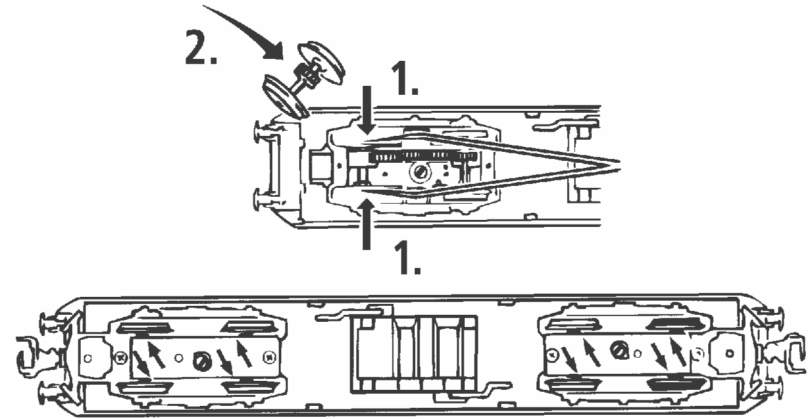

Fig. 6
3. Haftreifenwechsel: Zuerst den Getriebedeckel abnehmen (Fig. 4). Danach den **Radsatz** herausnehmen und die **Haftreifen** mit einer Nadel od. mit einem feinen Schraubendreher abziehen (Fig. 6). Beim Aufziehen der neuen Haftreifen darauf achten, dass diese sich nicht verdrehen.
3. Change of traction tyre: Remove the gear cover (fig. 4). Take out **wheel set** and remove **traction tyre** using a pin or a fine screwdriver (fig. 6). When pressing on the new traction tyre please **avoid twisting it**.
3. Échange des bandages d'adhérence: Démontez d'abord le **couvre-carter des engrenages** des engrenages (fig. 4). Délogez ensuite les essieux bandagés et enlevez, à l'aide d'une aiguille ou d'un tournevis fin, les bandages d'adhérence (fig. 6). Lors du montage des nouveaux bandages veuillez veiller à ce que les bandages **ne soient pas tordu**.